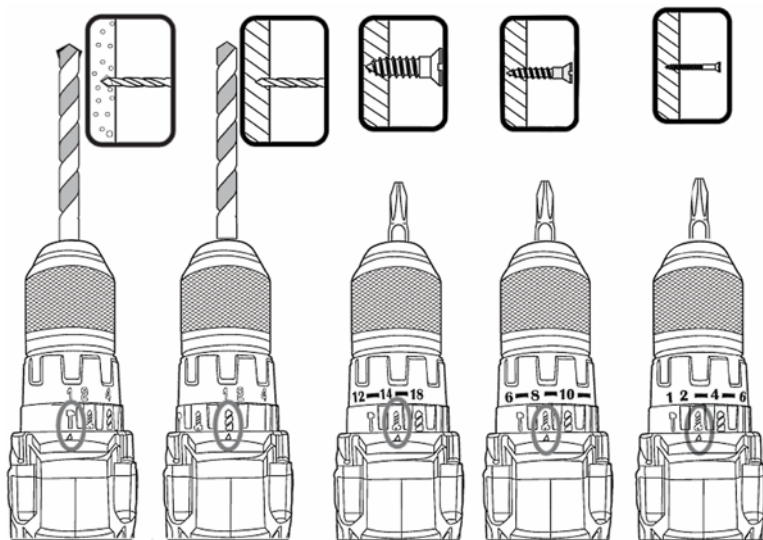

Рисунок 6
4.6 Вибір режиму роботи та крутного моменту (дивіться рисунок 6)